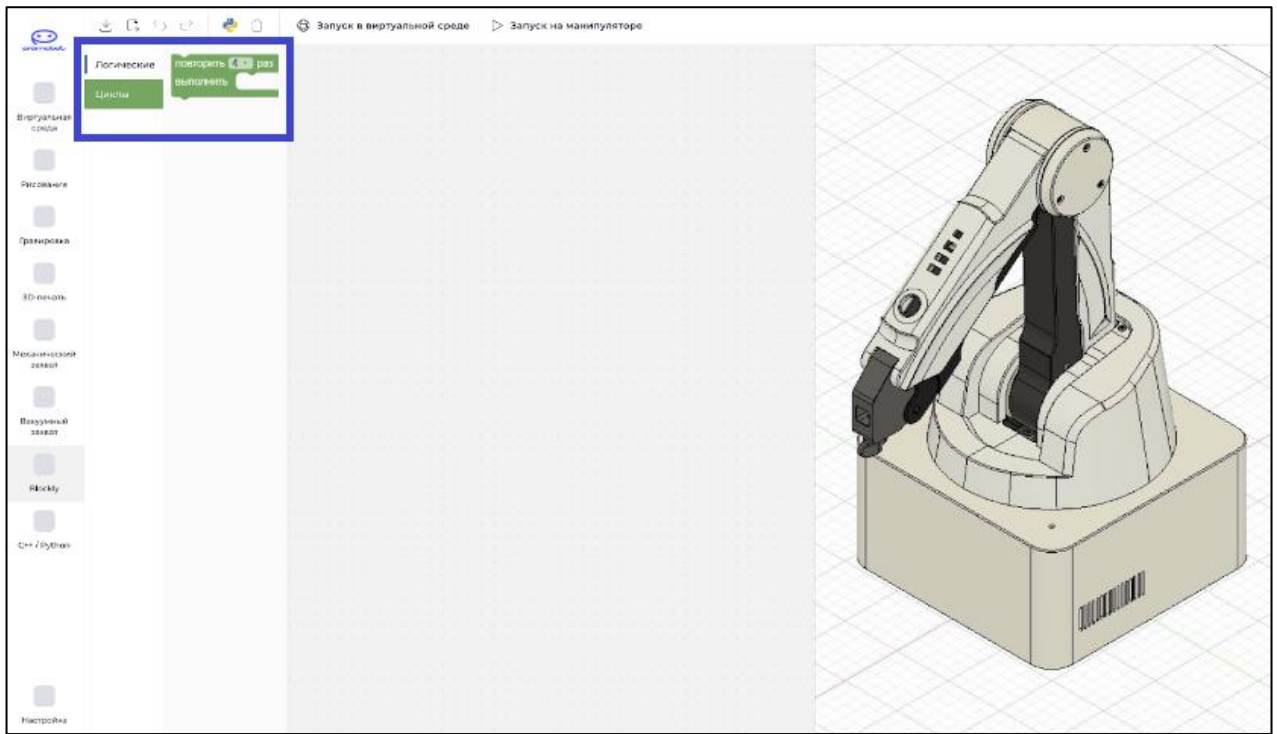

Рисунок 38 – Форма редактора Blockly
- выберите нужные блоки из списка шаблонных элементов (Рисунок 38);